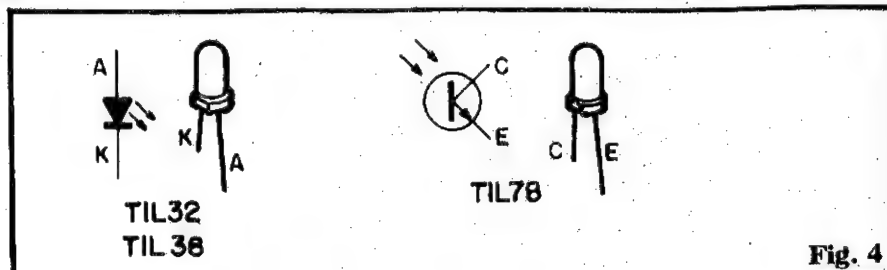

Fig. 4
- **FIG. 4 - OS COMPONENTES DO MÓDULO OPTO-SENSOR** - Os LEDs infra-vermelhos TIL32 ou TIL38 (qualquer dos dois pode ser utilizado no circuito...) e o foto-transistor TIL78 são, externamente, muito parecidos. Assim é bom ter cuidado para não "misturar as estações" no momento de identificar e ligar tais peças... A figura mostra, em aparência, símbolo e codificação de terminais, esses componentes importantes do módulo opto-sensor do ANARO...